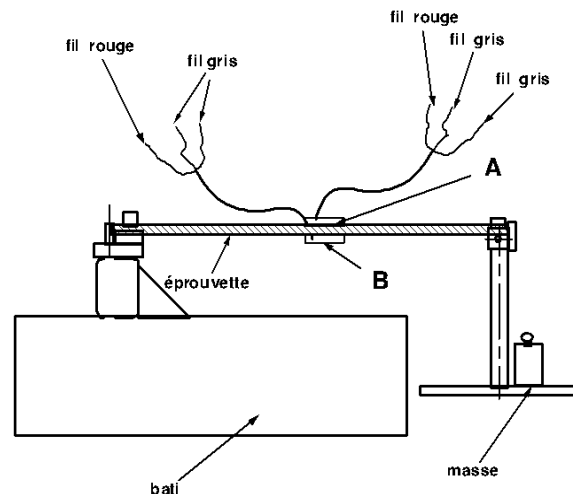

Figure 3 : Dispositif de flexion à contrainte imposée
- un dispositif de flexion permettant d'encastrer une éprouvette à l'une de ses extrémités, tandis que l'autre extrémité peut fléchir sous un poids variable (Figure 3)